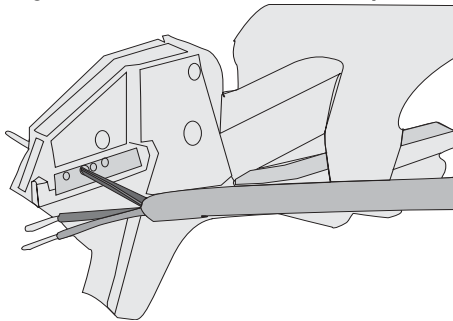

Fig. 10.3 Flanschsteckdosen-Einsatz montieren
3. Flanschsteckdosen-Einsatz (4) mit Führungsnase in Führungsnute der Flanschsteckdosen-Hülse (1) stecken (Fig.10.3).